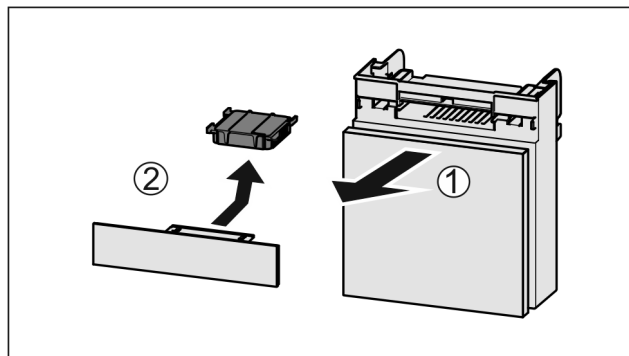

Fig. 233
- Tërhiqni kutinë nga përpara Fig. 233 (1).
- Hiqni filtrin me karbon aktiv Fig. 233 (2).